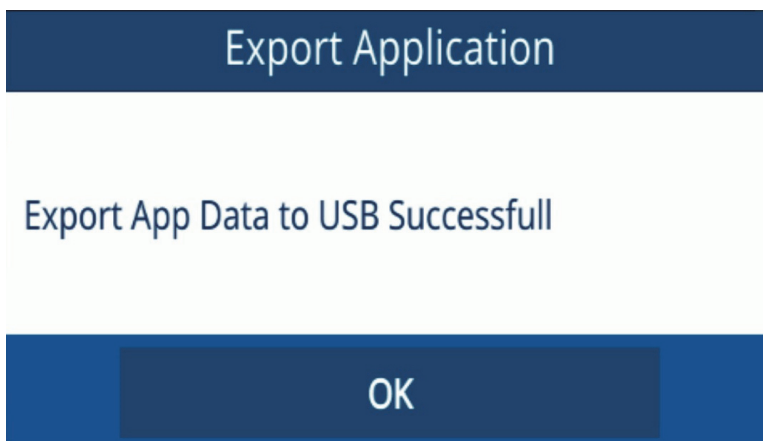

Figura 7-7 Venta de confirmación de exportación
4. Pulse el botón **OK** (Aceptar) en la ventana de confirmación de exportación (ver Figura 7-7 en la página 73).